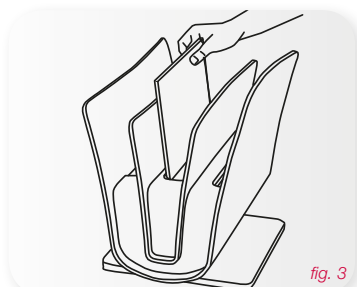

fig. 3
- Prenez le dossier et placez-le dans le compartiment de sertissage. La sertisseuse se ferme automatiquement et sertit le dos en acier pour une tenue optimale. *Fig. 3*